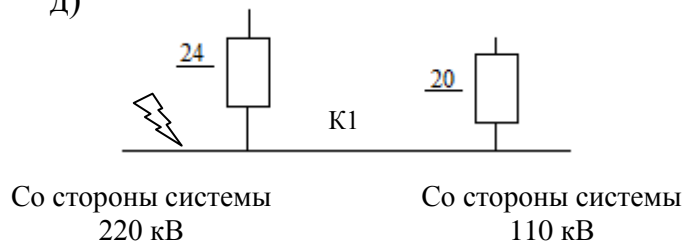

Рис. 4 Схемы преобразования, а-д
4.5 Относительные сопротивления элементов по схеме преобразования рис. 4,а:
4.6 Относительные сопротивления элементов по схеме преобразования рис.4, б:
4.7 Относительные сопротивления элементов по схеме преобразования рис.4, в:
4.8 Относительные сопротивления элементов по схеме преобразования рис.4, г:
4.9 Относительные сопротивления элементов по схеме преобразования рис.4, д: